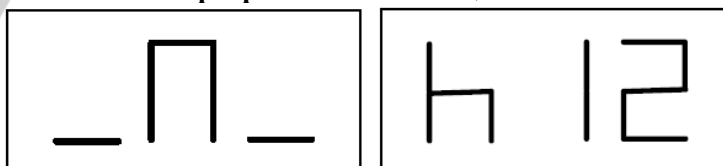

Рис. 5.3 Сообщение «Клапан (ниппель) в положении «12 часов»
- В конце цикла, будет отображаться сообщение, как на рис. 5.3. Возможны два варианта: